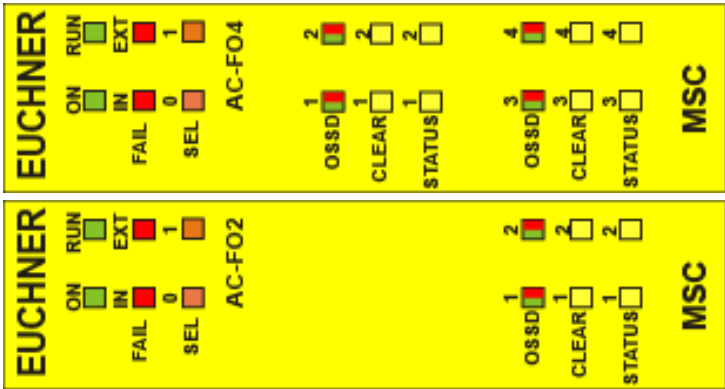

Fig. 38:
8.4.8. Módulos AC-F02/AC-F04 (Fig. 38)